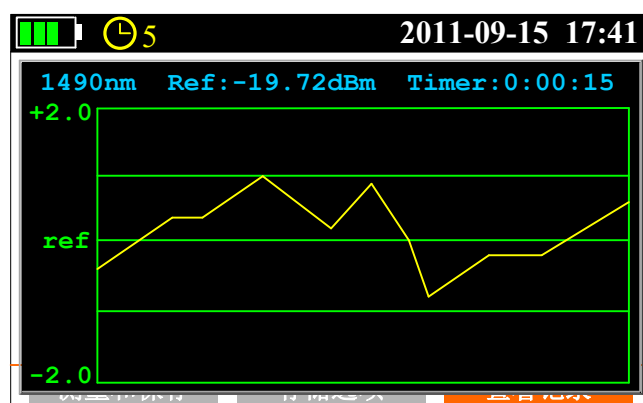

Figura 3.12
**Trazar trazado:** prensa , mostrará el seguimiento como se muestra en la Figura 3.12;